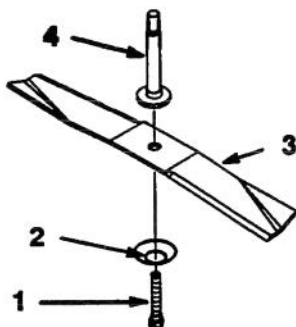

Figure 24
3. Enlever le boulon, la rondelle Belleville et la lame (Fig. 24). Une cale en bois peut être placée entre la lame et la tondeuse pour bloquer la lame pendant que le boulon est enlevé.